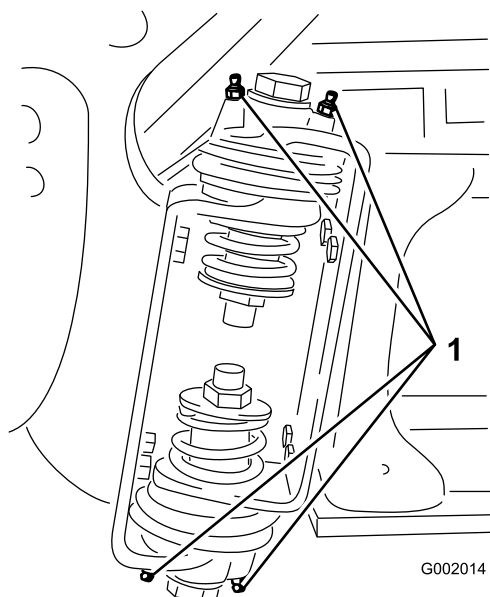

Figura 103
2. Introduza massa lubrificante no rolamento ou casquilho de cada união Figura 103.